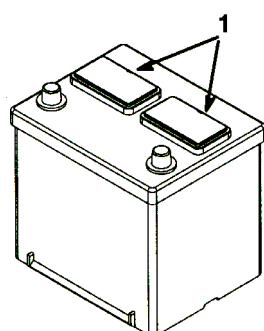

図8
2. バッテリーの上部をきれいに洗浄し、通気キャップを外す(図8)。